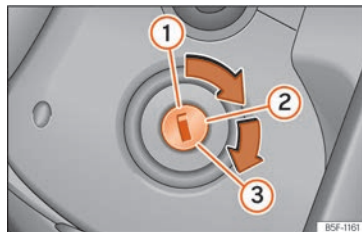

Fig. 136 Posicions de la clau de contacte.
Posicions de la clau del vehicle »» fig. 136
connectat el sistema de propulsió, deixeu anar la clau. Quan la deixeu anar, la clau torna a la posició » fig. 136 ②.